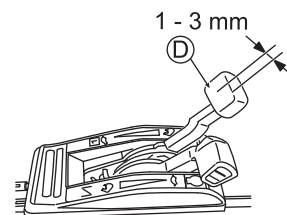

Abb. 27
Justieren Sie das Spiel des Ganghebels (D), wie in Abb. 27 dargestellt, auf 1 - 3 mm.